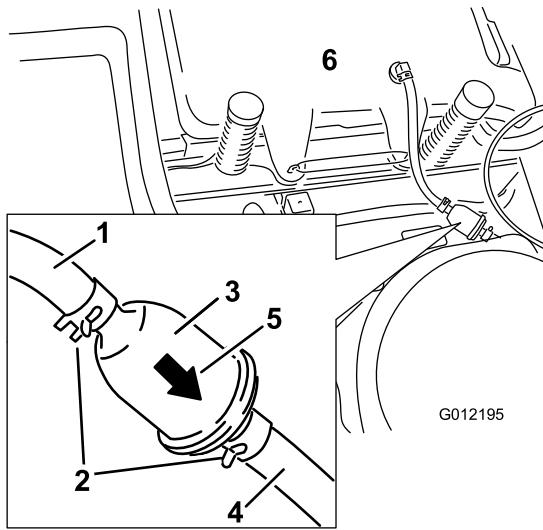

Figure 35
4. Pincez les extrémités des colliers et faites glisser ceux-ci pour les éloigner du filtre (Figure 35).
6. Montez un filtre neuf en veillant à pointer la flèche indiquant le sens d'écoulement vers le moteur. Rapprochez les colliers de flexibles du filtre (Figure 35) pour le fixer en place.